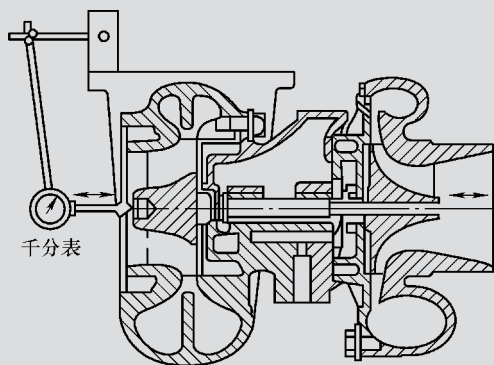

图 15-10 检查叶轮轴向间隙
① 检查增压器叶轮轴向间隙的方法。如图 15-10 所示,使用千分表测量叶轮轴向间隙,在压气机叶轮端和涡轮叶轮端交替施加 0.12N 的力,标准间隙值在 0.06 ~ 0.09mm,极限值为 0.11mm,如轴向间隙超过极限值,可判定增压器损坏。